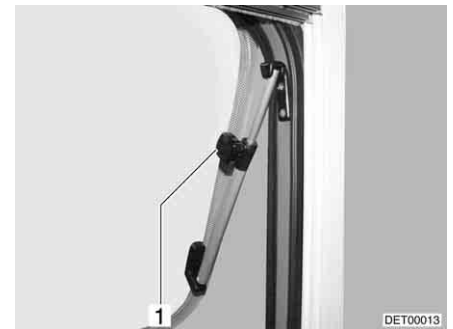

Fig. 65 Finestra apribile con deflettori a rotazione, aperta
- Aprire la finestra apribile fino alla posizione desiderata e fissarla mediante il pomello zigrinato (Fig. 65,1).
- Ruotare il pomello zigrinato (Fig. 65,1) fino a che l'arresto viene sbloccato.